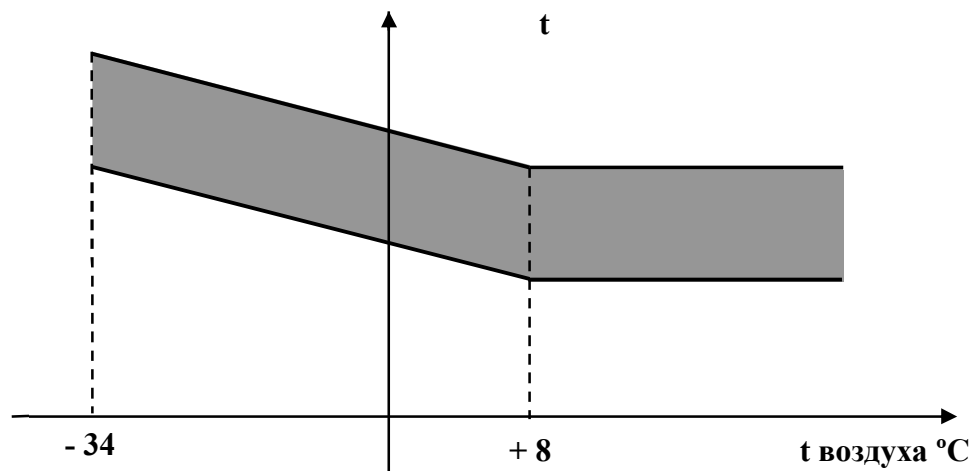

Рис. 3
**При выборе регулировки температуры воды в зависимости от температуры наружного воздуха заданная температура находится по графику на рис.3:**